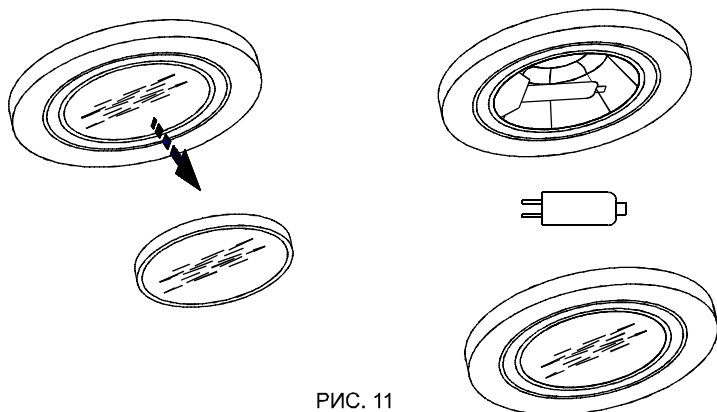

РИС. 11
- Замена галогенной лампы (рис. 11).